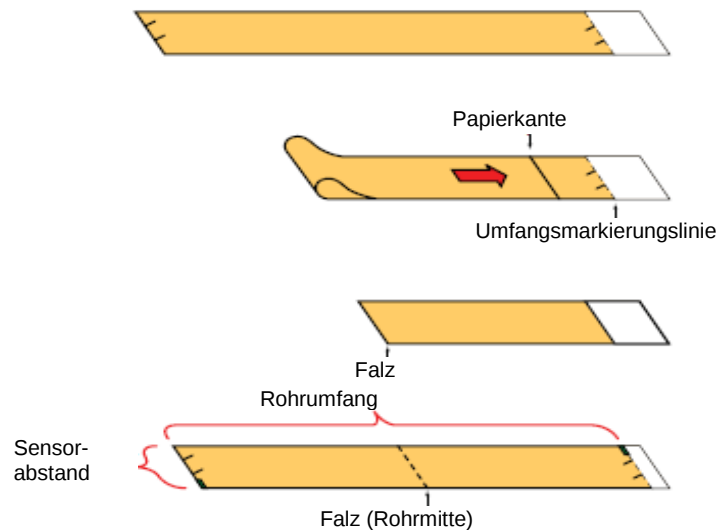

Abb. 27: Halbieren des Rohrumfangs
- 1) Das Papier gemäß Abb. 27 um das Rohr wickeln. Die beiden Enden des Papierstreifens auf 6 mm ausrichten.